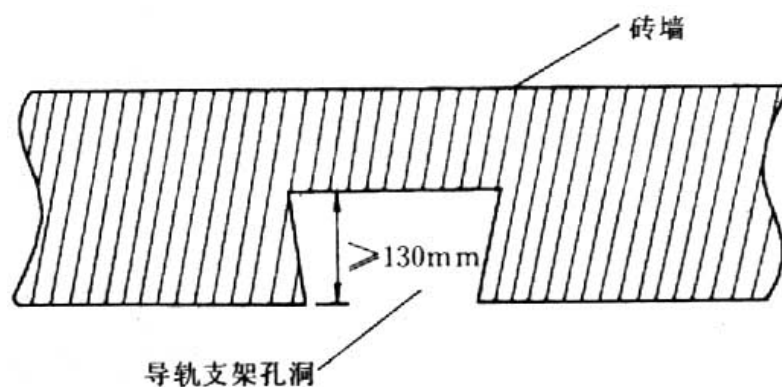

图5-18
3.3.4.1 导轨支架孔洞应剔成内大外小，深度不不小于130mm（图5-18）。